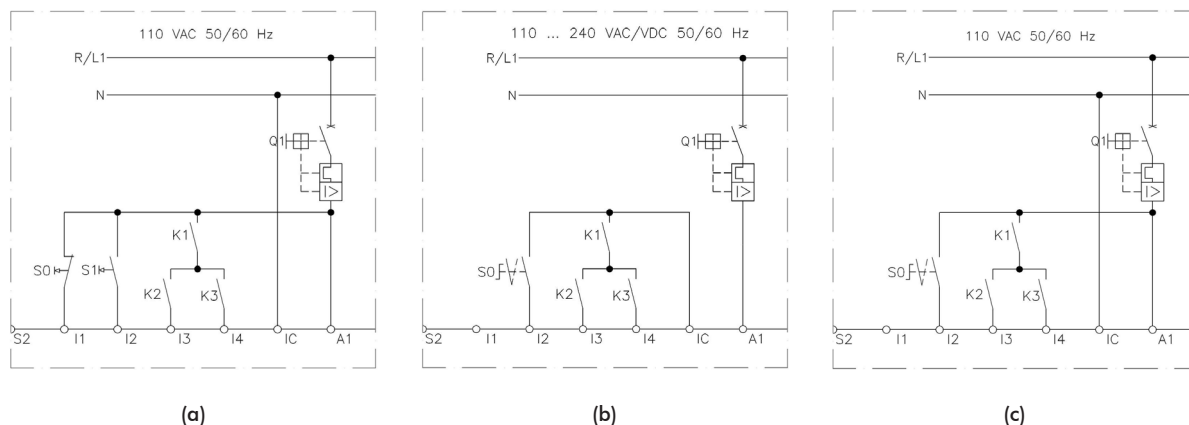

Figura 5.13 (a) - Detalhe modificação para acionamento utilizando entradas digitais em 110 Vac e acionamento por botoeiras ($P230 = 1$)
Para a unidade de controle (UC) com entradas digitais em 110 Vca é destacada a modificação do esquema na figura 5.13 (a). Para acionamento através das entradas digitais (P229 ou P232 = 0) em 24 Vcc, e em 110 Vca, utilizando lógica de controle a dois fios (chave) (P230 = 0) é destacada as modificações do esquema na figura 5.13 (b) e (c).